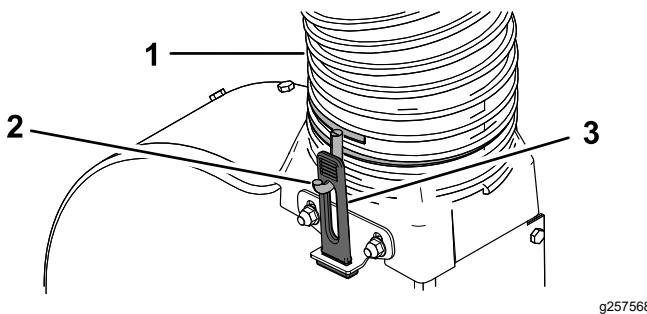

Bild 20
3. Montieren Sie den Schlauch über den Gebläse Übergang, so dass der Schlauch einen ca. 90-Grad-Bogen an der Haube bildet. Stellen Sie die Ausrichtung der Schlauchklemmhaken nach Bedarf so ein, dass sie mit den Gummiriegeln übereinstimmen, und befestigen Sie den Schlauch, indem Sie die Gummiriegel über die Haken ziehen (Bild 20).
2. Ziehen Sie die Schlauchklemme auf das andere Ende des neuen Schlauches mit 2 bis 3 Umdrehungen fest (Bild 20).